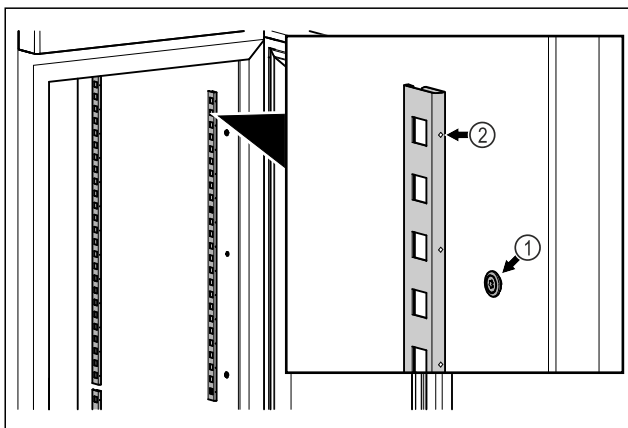

Fig. 54 Примерно изображение
- ▶ Закачете заключващите ленти в окачването Fig. 54 (1). Маркировката Fig. 54 (2) трябва да сочи напред.